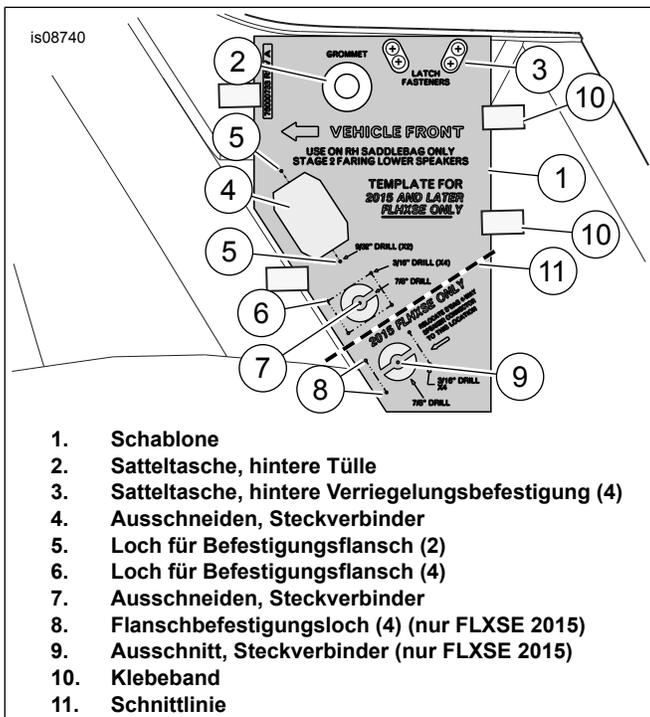
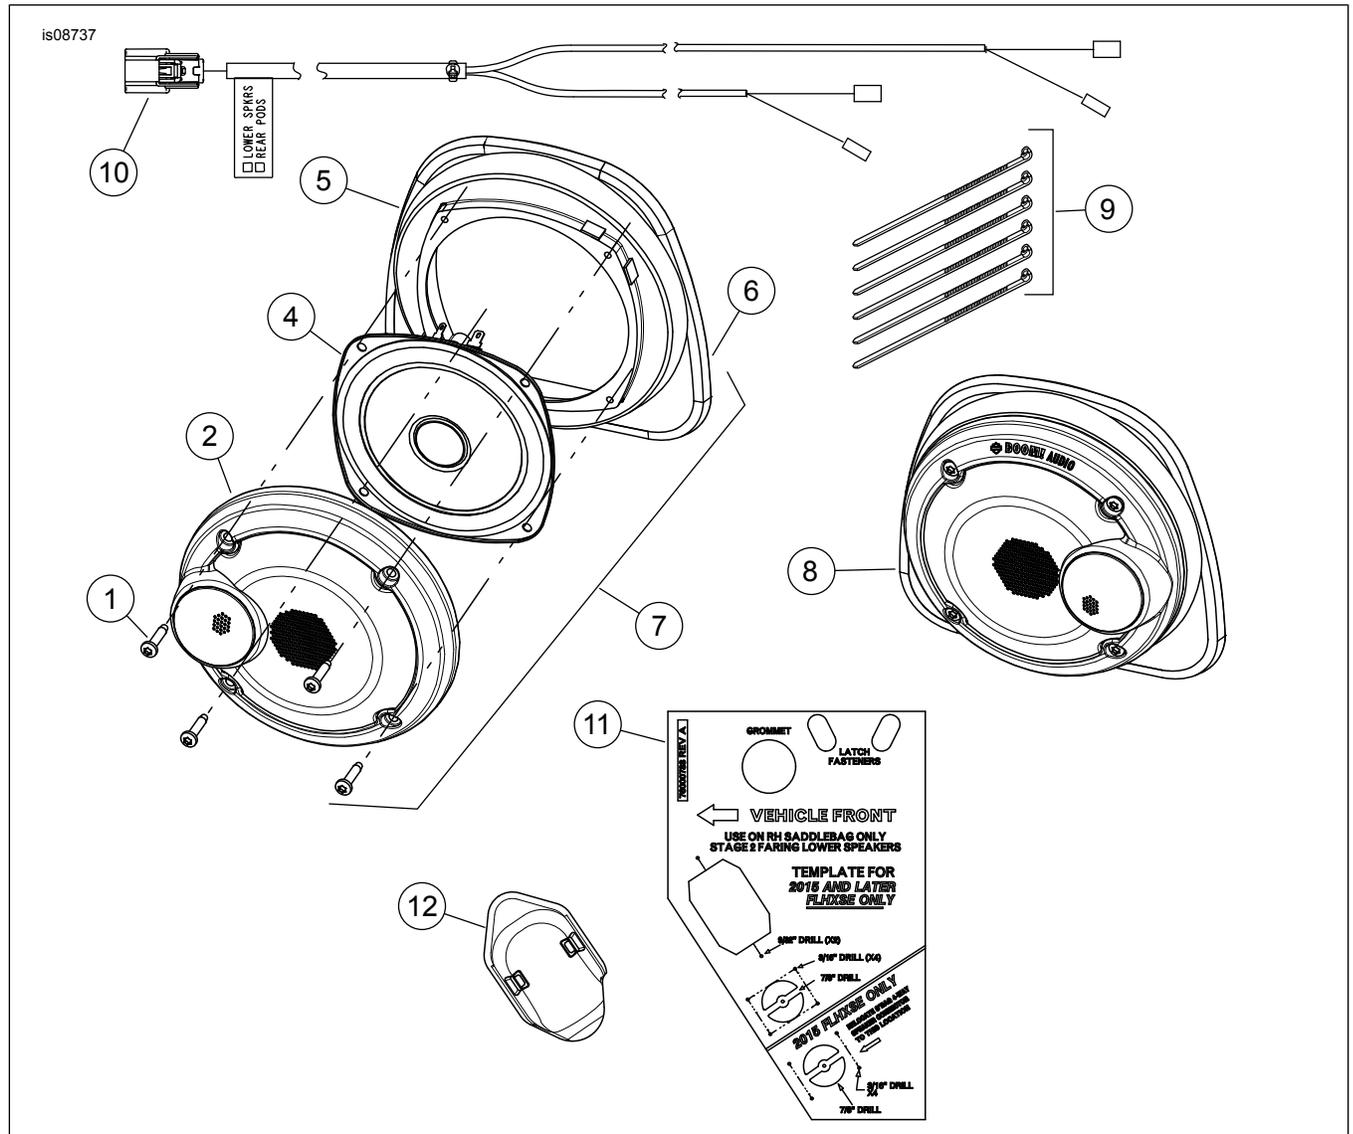

Abbildung 3. Ausschnitt an rechter Satteltasche und Bohrung für Kabelbauminstallation
Abbildung 4. Ersatzteile, Lautsprecher für untere Verkleidung
Siehe Abbildung 4 und Tabelle 1.
1. Siehe Abbildung 4 >.
- a. **Fahrzeuge mit Stufe-I-System:** Führen Sie die kleinen Anschlussleiter am Kabelbaum (10) zur unteren Verkleidung.
- b. **Fahrzeuge mit Stufe II-System:** Der Kabelbaum (10) wird nicht verwendet und kann entsorgt werden. Verlegen Sie den Kabelbaum an der Fahrzeugseite entsprechend den Anweisungen im **Verstärker-Installationssatz**. **BOHREN SIE KEINE** Löcher in die untere Verkleidung.
Schließen Sie den Steckverbinder [313] am Kabelbaum (10) an. Siehe Abbildung 4 >. Fahren Sie zum Abschnitt **ABSCHLUSS** in diesem Dokument fort.
1. Siehe Abbildung 3 >. Die Schablone (1) verwenden, um die Öffnungen für den 18-poligen Flanschsteckverbinder [289-1] des Verstärkers der **unteren Verkleidung** in die Satteltasche zu schneiden.
- a. Lautsprecher auf Satteltaschendeckel sind bei der Originalausstattung (OE) vorhanden. Rechte Lautsprecherdrähte könnten sich in der Ausschnittstelle des Steckverbinders befinden. Entfernen Sie den OE-Kabelbaum und den vierpoligen Steckverbinder.
- b. Die Schablone auf die Satteltasche legen. Die Öffnungen für die Tülle (2) und die Verriegelungsbefestigungen (3) ausrichten. Die Schablone mit Klebeband (10) festkleben.
- d. Den Umriss der Öffnung (4) auf der Satteltasche anzeichnen. Den Umriss der Öffnung (7) auf der Satteltasche anzeichnen. Den Umriss des Ausschnitts (9) auf der Satteltasche aufzeichnen.
- e. Bohren Sie zwei Löcher (5) mit 7,25 mm (9/32 Zoll) für den Befestigungsflansch des Steckverbinders. Fünf 4,5 mm (**3/16 Zoll**) bohren? **5 mm? Was ist besser?** Löcher (6) für den Befestigungsflansch des Steckverbinders. Fünf 4,5 mm (**3/16 Zoll**) bohren? **(5 mm?)** Löcher (8) für den Befestigungsflansch des Steckverbinders.
- f. Die Schablone entfernen. Verwenden Sie eine Säbelsäge oder ein ähnliches Werkzeug zum Ausschneiden der Öffnung (4) für den Steckverbinder. Die Größe der Öffnung (4) mit dem 18-poligen Flanschsteckverbinder [289-1A] des Satteltaschenkabelbaums aus dem Satz überprüfen (siehe Abbildung 4 , Teil 7). Das Loch bei Bedarf an die auf der Schablone dargestellte Form anpassen.
- a. Die Unterseite der Schablone entlang der Schnittlinie (11) ausschneiden. Die Unterseite der Schablone entsorgen.
- b. Lautsprecher auf Satteltaschendeckel sind bei der Originalausstattung (OE) vorhanden. Dieser Steckverbinder bleibt, wie er ist.
- c. Die Schablone auf die Satteltasche legen. Die Öffnungen für die Tülle (2) und die Verriegelungsbefestigungen (3) ausrichten. Die Schablone mit Klebeband (10) festkleben.
- e. Den Umriss der Öffnung (4) auf der Satteltasche anzeichnen. Den Umriss der Öffnung (7) auf der Satteltasche anzeichnen.
- f. Bohren Sie zwei Löcher (5) mit 7,25 mm (9/32 Zoll) für den Befestigungsflansch des Steckverbinders. Fünf 4,5 mm (**3/16 Zoll**) bohren? **(5 mm?)** Löcher (6) für den Befestigungsflansch des Steckverbinders.
- g. Die Schablone entfernen. Verwenden Sie eine Säbelsäge oder ein ähnliches Werkzeug zum Ausschneiden der Öffnung (4) für den Steckverbinder. Die Größe der Öffnung (4) mit dem 18-poligen Flanschsteckverbinder [289-1A] des Satteltaschenkabelbaums aus dem Satz überprüfen (siehe Abbildung 4 , Teil 7). Das Loch bei Bedarf an die auf der Schablone dargestellte Form anpassen.
- h. Nach Installation des 18-poligen Steckverbinders [289-1]: Die Steckverbinderabdeckung (12) über dem Steckverbinder einrasten lassen. Die Kabelbündel in der Tasche mit Kabelbindern und Klebebasen sichern, die im Einbausatz des Verstärkers enthalten sind. Stellen Sie die Installation des Verstärkers der Stufe II entsprechend den Anweisungen in **diesem** Satz fertig.
Siehe Abbildung 3 , Artikel 6 und 7.